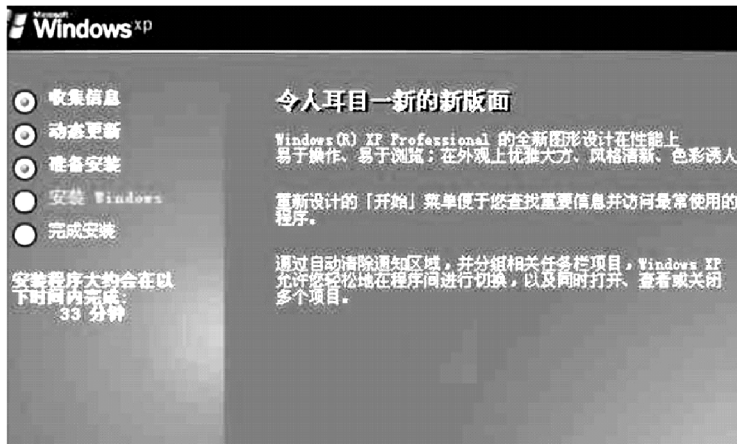

图 3-65 Windows XP Professional 安装程序对话框
7) 进入安装操作后, 系统会弹出“Windows XP Professional”安装程序对话框, 安装过程需要的时间和信息会在屏幕左侧位置显示出来 (见图 3-65)。然后自动进入各种安装界面, 例如“区域和语言选择”、“文字输入语言”、“自定义软件”、“产品密钥”、“计算机名和系统管理员密码”、“日期和时间设置”、“网络设备”等设置界面。通过单击“自定义”按钮和“详细信息”即可进行设置, 若不需要设置, 可直接单击“下一步”按钮进行安装操作, 直到完成安装。